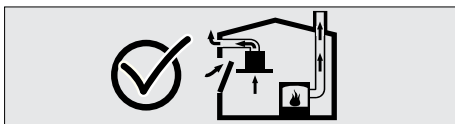

Fig. 3
- Ett tillräckligt intag av frisk luft bör därför alltid säkerställas (Fig. 3).